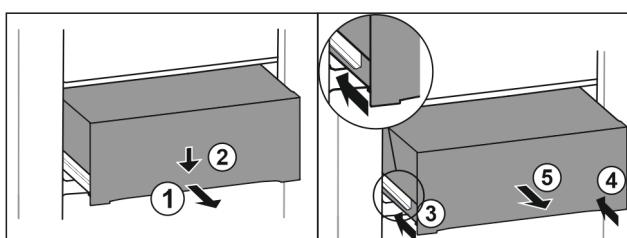

Fig. 77
- Изтеглете чекмеджето наполовина. Fig. 77 (1)
- Натиснете надолу чекмеджето от предната страна. Fig. 77 (2)
- Вкарайте лявата релса приблизително 2 см навътре. Fig. 77 (3)
- Вкарайте дясната релса приблизително 2 см навътре. Fig. 77 (4)
- Извадете чекмеджето напред. Fig. 77 (5)